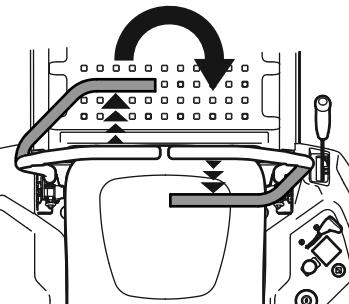

Figura 25
- Para girar en el sentido de las agujas del reloj, mueva la palanca de control de la transmisión de la barra de seguridad izquierda hacia adelante mientras mueve simultáneamente la palanca de control de la transmisión de la barra de seguridad derecha hacia atrás. Consulte la Figura 25.